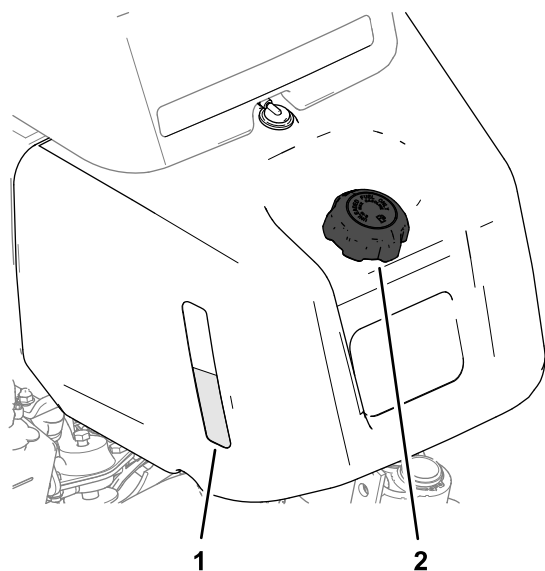
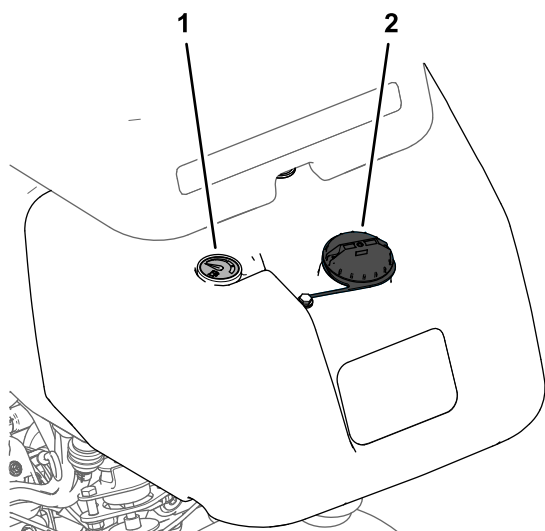

Figura 24
Figura 25
1. Pulite attorno al tappo del serbatoio del carburante e rimuovete il tappo (Figura 24 o Figura 25).